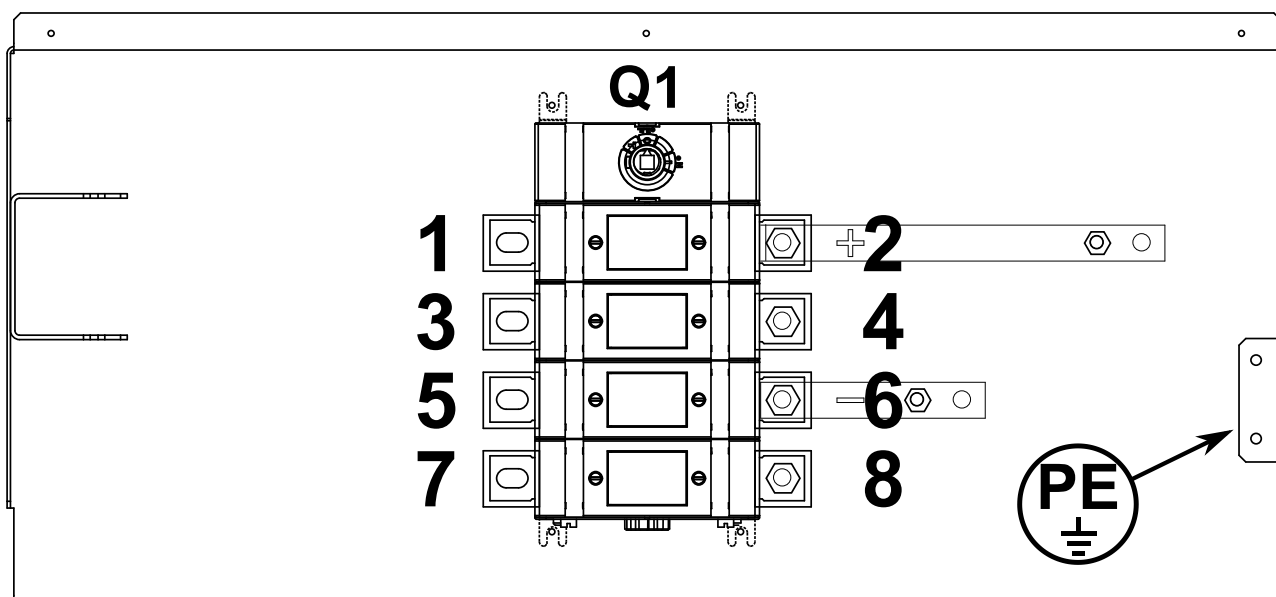

Fig. 11
- Eseguire i collegamenti (**cavi di interconnessione non forniti**) dall'armadio batterie con i terminali dell'UPS (vedi Fig. 11).
- Verificare la connessione a terra (PE)
- Verificare che le tensioni di batteria siano nell'intervallo +235 ~ +270Vdc collegando un multimetro a Q1 nei punti indicati in tabella con riferimento alla Fig. 11.
- Tra le barre (-) e (+) Fig. 11: tensione nel range 235 - 280Vdc.